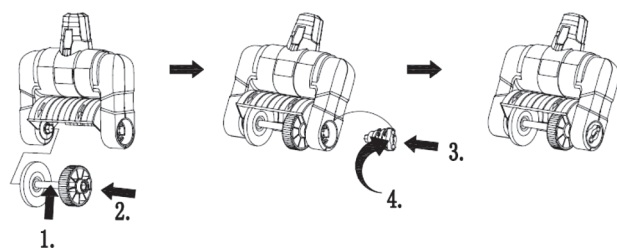

Fig. 4
B. Monte el cepillo de rodillo de plástico o el cepillo de metal. Consulte la Fig.4